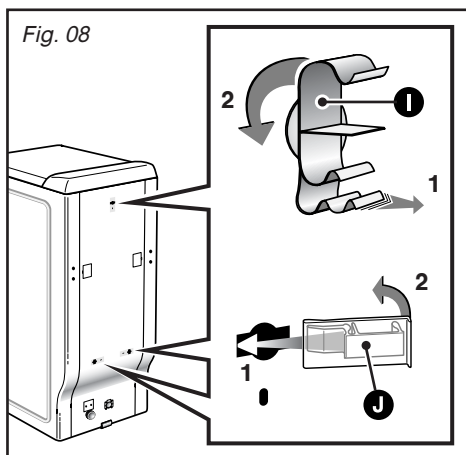

Fig. 08
*Si vous enlevez les colliers support tuyaux **1** il faut obstruer impérativement les trous à l'aide des caches **2** (fournis dans le sachet d'accessoires) (Fig. 08)*